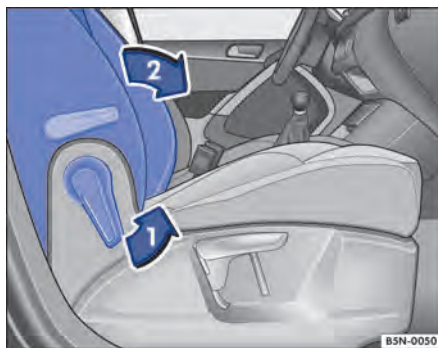

Fig. 81 Banco do passageiro dianteiro: rebater o encosto para frente.
- Destravar o encosto do banco do passageiro dianteiro no sentido da seta → Fig. 81 ①.
- Rebater o encosto do banco do passageiro dianteiro para frente no sentido da seta ② na posição horizontal.